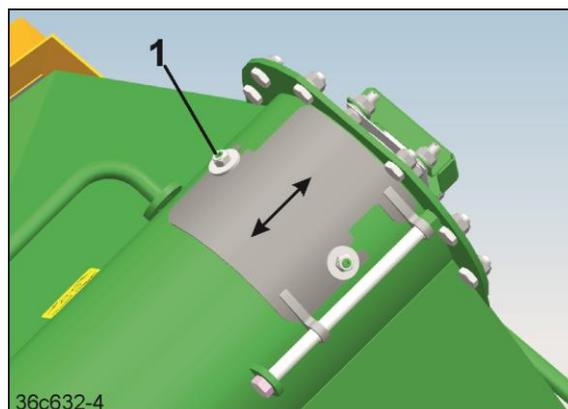

Fig. 378
3. 2 Skt-Muttern (Fig. 378/1) lösen, nicht entfernen.